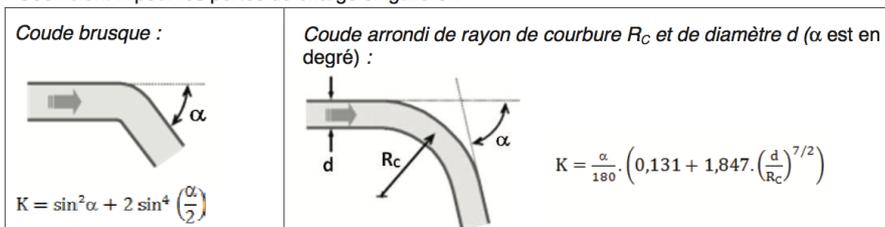

Fig. 6.14 – Données numériques
8. Calculer la valeur totale des pertes de charge singulières  $\Delta p_{s,\text{tot}}$  à l'aide des données numériques fournies en figure 6.14.
9. La totalité des longueurs droites de la conduite vaut approximativement  $l = 10$  m. On admettra la valeur suivante pour le coefficient de perte de charge régulière :  $\lambda = 2,45 \times 10^{-2}$ . Calculer la valeur totale des pertes de charge régulière  $\Delta p_{r,\text{tot}}$  à l'aide des données numériques fournies en figure 6.14.
10. Calculer le débit volumique dans les conduites  $Q_V$  à l'aide des données numériques fournies en figure 6.14.